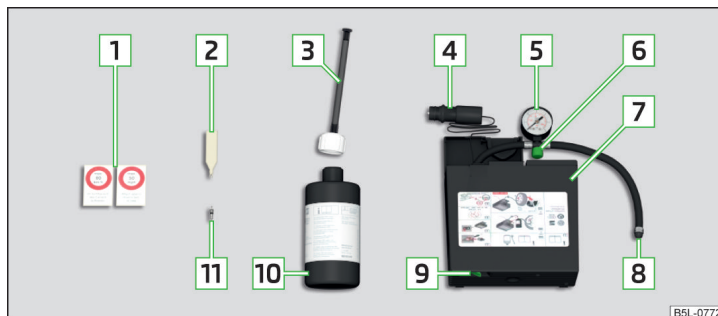

Fig. 177 Prezentarea în principiu: Componentele setului de pană
Componentele setului » fig. 177
- Lipiți autocolantul corespunzător **1** » fig. 177 la pagina 194 pe planșa de bord, în câmpul vizual al șoferului.
- Scuturați de câteva ori bine recipientul de umplere a anvelopei **10** » fig. 177 la pagina 194.
- Înșurubați bine furtunul de presiune **8** » fig. 177 la pagina 194 al compresorului de aer pe ventilul anvelopei.